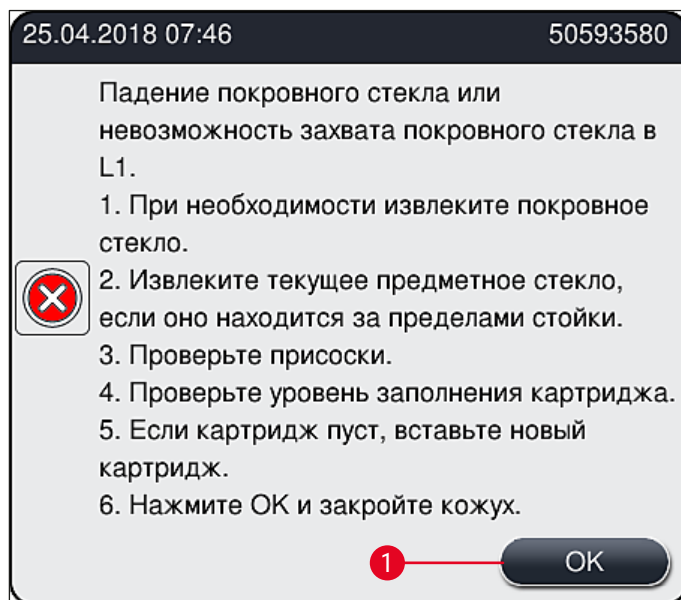

Рис. 111
| На предметном стекле отсутствует покровное стекло | <ul style="list-style-type: none"> Предметное стекло не было извлечено из линии заключения под покровное стекло, как указано в сообщении (→ Рис. 111) на экране. | <ul style="list-style-type: none"> Следуйте указаниям на экране (→ Рис. 115-2). Повторно выполните заключение под покровные стекла незаключенных предметных стекол.. |
В случае, если **модуль "Pick&Place"** теряет покровное стекло в процессе транспортировки к предметному стеклу или если **модуль "Pick&Place"** не может извлечь покровное стекло из картриджа с покровными стеклами за 3 попытки, пользователь получает информацию об этом в виде сообщения о неисправности (→ Рис. 111).
- ① При появлении на экране сообщения (→ Рис. 111) пользователь должен, прежде всего, проверить, не было ли покровное стекло потеряно в процессе транспортировки к предметному стеклу или удалось ли **модулю "Pick&Place"** извлечь покровное стекло из картриджа для покровных стекол.